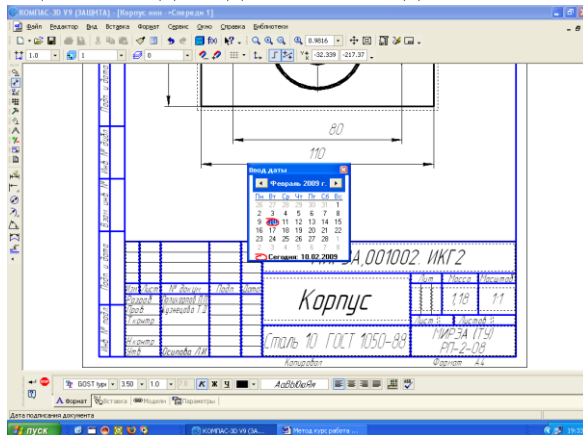

Рис. 3.43. Ввод даты
Завершите заполнение основной надписи (рис. 3.43). Для заполнения основной надписи активизируйте её двойным щелчком мыши. Признаком активности является появление в ней границ ячеек с учётом заданных отступов текста. Заполните следующие ячейки основной надписи:
- В поле **Дата** дважды щелкните до появления диалогового окна **Ввод даты** (рис. 3.43) и опять щелкните дважды по новой дате.